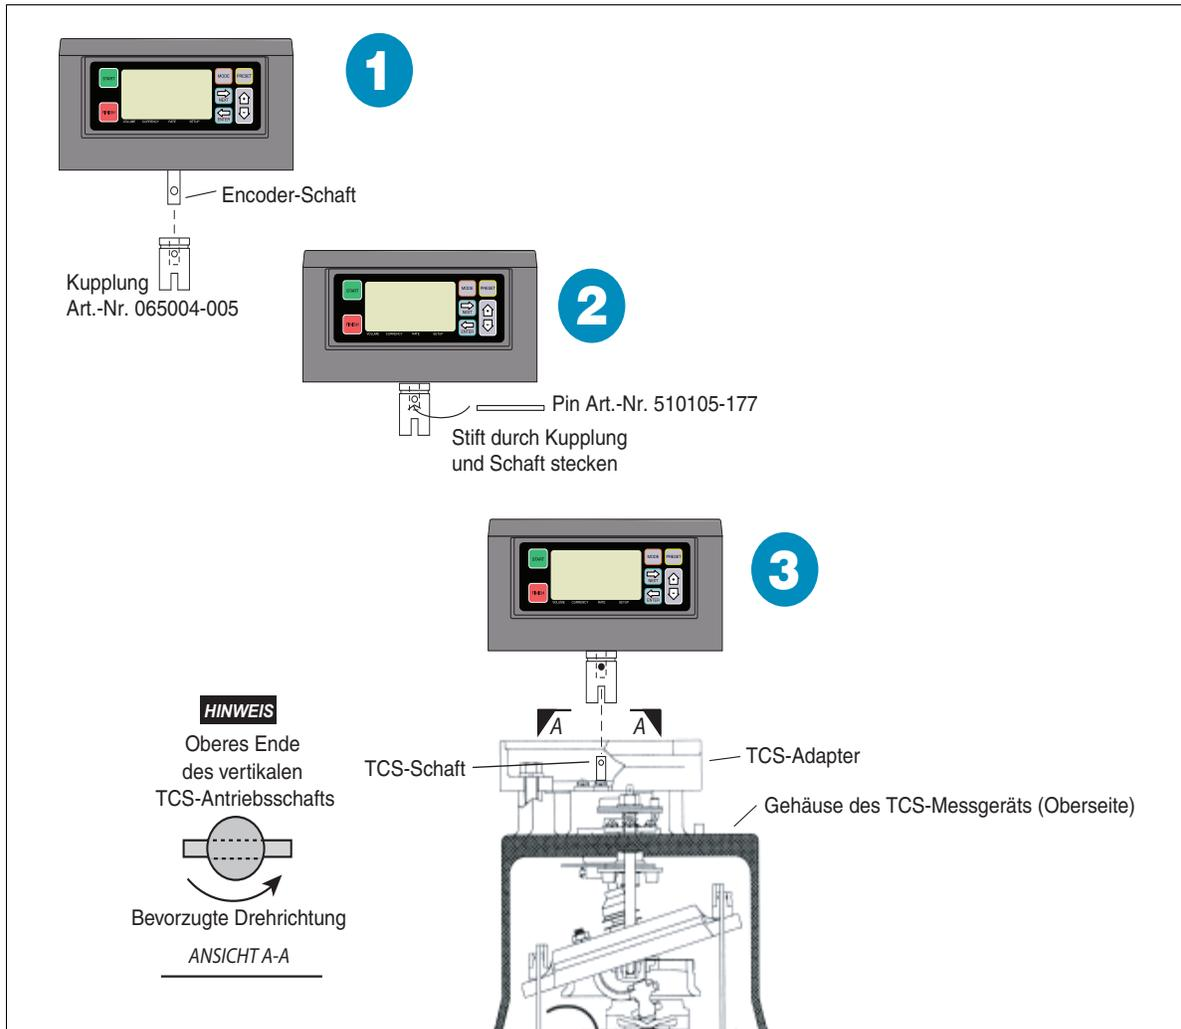

Abbildung 5. Display Head an Kolbendurchflussmessgerät TCS 682
2. Lassen Sie den Durchflussmesser laufen und stellen Sie sicher, dass sich der vertikale Antriebsschaft des Durchflussmessers (Abbildung 5) entgegen dem Uhrzeigersinn dreht. Ist dies nicht der Fall, nehmen Sie die nötigen mechanischen Korrekturen vor, sodass sich der vertikale Antriebsschaft entgegen dem Uhrzeigersinn dreht.
4. Stecken Sie die Kupplung wie in Abbildung 5 beschrieben auf den Encoder-Schaft und senken Sie den Display Head auf den TCS-Zähleradapter ab, während Sie den Schlitz unten an der Kupplung mit dem Stift im Schaft an der Oberseite des Adapters ausrichten.